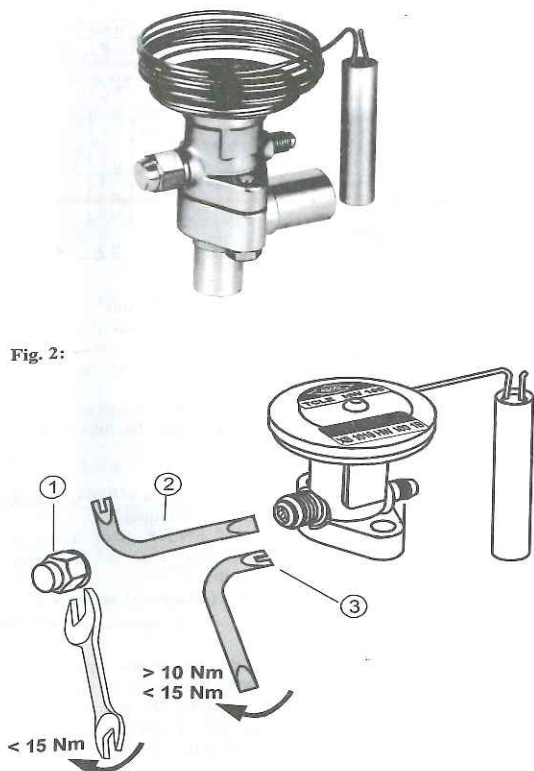

Fig. 1:
Instalación (Fig. 1)
Installazione (Fig. 1)
3. Dopo aver effettuato la saldatura, assemblare la valvola seguendo lo schema della fig. 1, facendo attenzione che le linguette del supporto della molla dell'otturatore si inseriscano nelle scanalature dell'elemento di potenza.